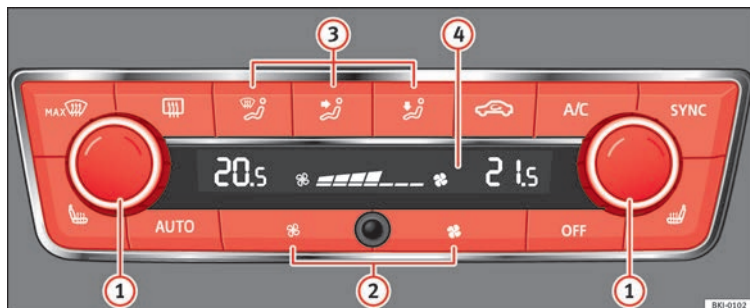

Abb. 169 Climatronic: Bedienelemente
- Stellen Sie die Gebläsestufe auf Null »» Abb. 169 ② oder drücken Sie die Taste **OFF**.
- Drücken Sie die Taste **AUTO** »» Abb. 169.
- Nach dem Einschalten der Zündung können Sie mit dem Drehregler **①** »» **Abb. 169** die gewünschte Innentemperatur einstellen.
- Drücken Sie die Taste **MAX**  »» **Abb. 169**.